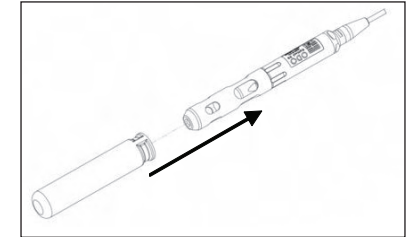

Figure 5
5. Glissez le manchon d'étalonnage/remisage sur la protection de la sonde afin de maintenir la sonde dans un milieu humide pour l'étalonnage ou le remisage (Figure 5). Il est important de toujours garder le capteur dans un milieu humide afin que l'embout du capteur ne se dessèche pas. (Voir la section Soin, entretien et remisage pour des informations complémentaires.)